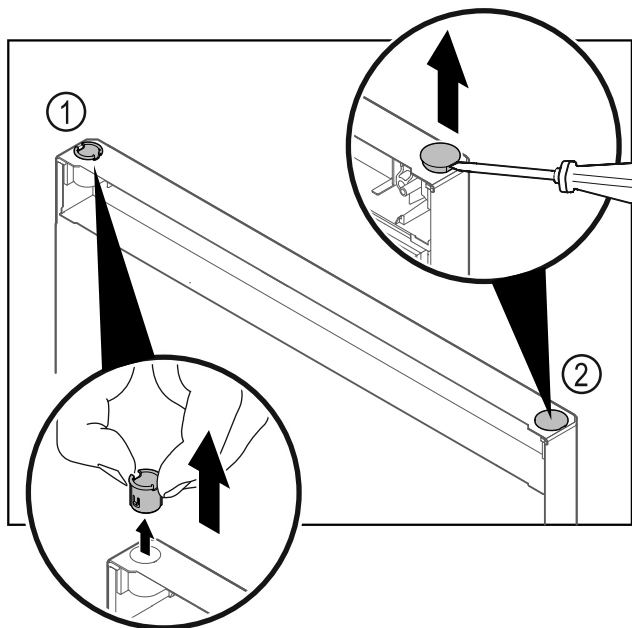

Fig. 22
- ▶ Pušo tečaja Fig. 22 (1) snemite s prsti.
- ▶ S ploščatim izvijačem previdno dvignite krovni čep Fig. 22 (2) in ga izvlecite.